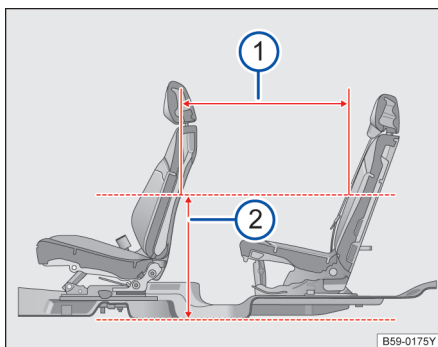
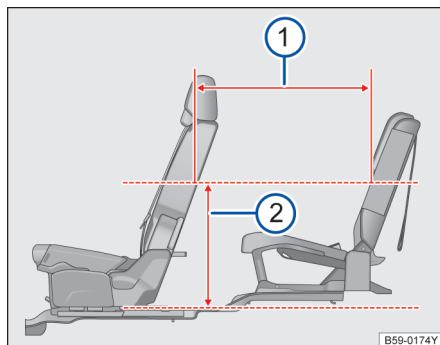

图 103 前排座椅和第二排座椅的座间距
图 104 第二排座椅和第三排座椅的座间距
当前排座椅前后位置：座椅最后往前滑动 127mm，高度及靠背角都处于设计位置；第二排与第三排座椅位于设计位置时，在距离地板位置 620mm 处→图 103②，第一排及第二排座椅座间距为 852.5mm→图 103①；在距离第二排座椅下方地板 620mm 处→图 104②，第二排及第三排座椅座间距为 737.8mm→图 104①。